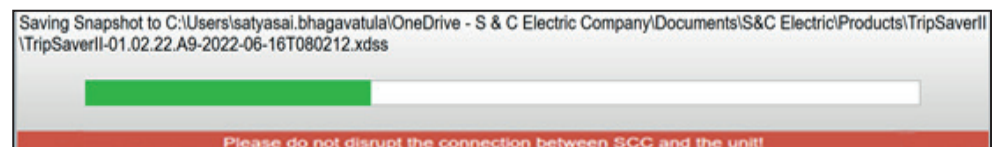

Figura 55. La actualización del firmware guarda un archivo de instantánea, antes de actualizar el firmware.
- Guarda un archivo de instantánea antes de actualizar el firmware (Consulte la Figura 55).